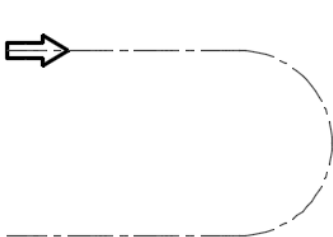

图 3-49 原始图形
- 1) 打开“路径阵列操练.dwg”，原始图形如图 3-49 所示。